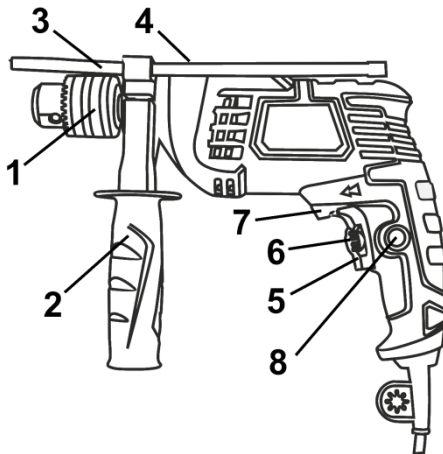

Рисунок 1
Перемикач режимів роботи виробу здійснюється переведенням перемикача (4) (див. рис. 1) з одного крайнього положення в інше в сторону відповідного символу режиму роботи:
- Ударно-обертальний режим - перемикач (4) повинен бути переведеним до упору убік
5.2 Виберіть необхідний режим роботи виробу за допомогою перемикача (4) (див. Рисунок 1).